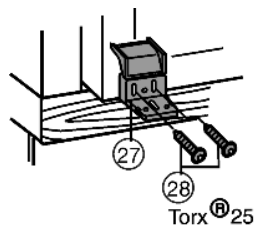

Fig. 15
- ▶ Schroef de kunststof hoek Fig. 15 (27) met M5-schroeven Fig. 15 (28) op de greepzijde van het apparaat.